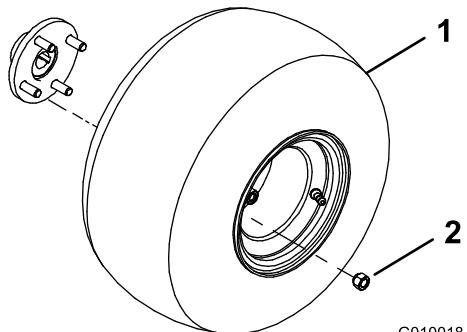

Figure 3
- Montez une roue sur chaque moyeu de roue arrière (Figure 3).
- Montez les écrous de roue (Figure 3) et serrez-les à un couple de 61 à 75 Nm.